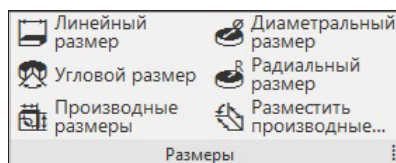

Рис. 25.10. Панель инструментов Размеры
- ◆ Панель инструментов **Размеры** (рис. 25.10) — содержит команды для простановки размеров в сборке;